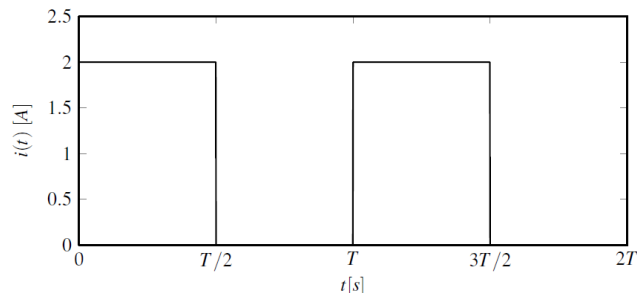

Figura 2: Formas de onda de $i(t)$.
- 2.7. Escribir la serie de Fourier para la corriente periódica $i(t)$ de la figura 2. Luego, aproxime la forma de onda de ésta con los primeros siete coeficientes. Grafique en la misma figura la forma de onda de $i(t)$ junto con su aproximación siguiendo el ejemplo presentado en el ANEXO. Repita lo anterior si $i(t)$ se aproxima con los primeros diez coeficientes. **Sugerencia:** Utilice el comando plot de **Matlab** para realizar las gráficas.